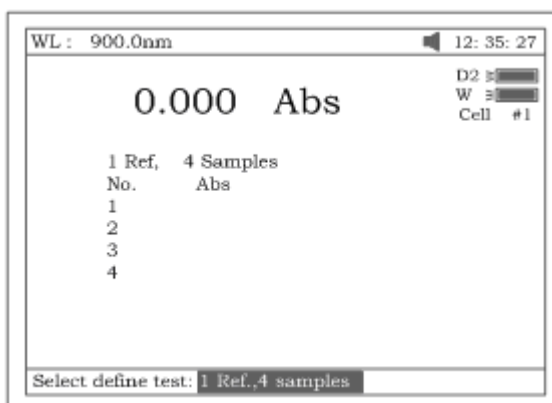

Рисунок 102
1. Выберите способ нажатием на клавишу **[F1]** (рис.102). Имеется 8 режимов на выбор (1 контрольный раствор - 1 проба, 1 контрольный раствор - 1 проба, 1 контрольный раствор - 2 пробы, 1 контрольный раствор - 3 пробы, 1 контрольный раствор - 3 пробы, 1 контрольный раствор - 4 пробы, 1 контрольный раствор - 5 проб, 1 контрольный раствор - 6 проб, 1 контрольный раствор – 7 проб, N контрольных растворов – N проб). Возьмем, например, «1 контрольный раствор – 4 пробы» (рис.102).